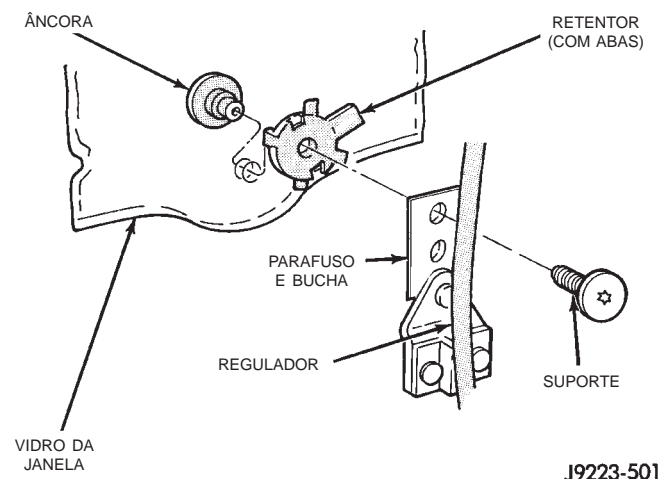

Fig. 64 Remoção/Instalação do Parafuso do Regulador do Vidro
(1) Remova o painel de acabamento da porta.
(2) Remova a barragem de água.
(3) Remova o parafuso que prende o vidro da janela ao regulador e calce o vidro (Fig. 64).